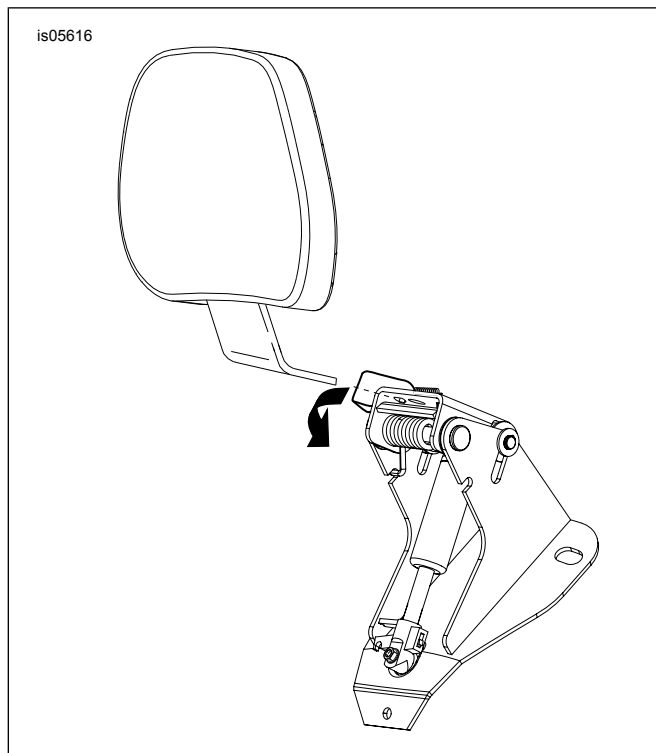

Figure 12. Installer le dossieret
1. Consultez Figure 12 . Appuyer sur le levier situé sur le support du dossier comme indiqué. Insérer le dossier et appuyer doucement jusqu'à ce qu'il s'ajuste en place.